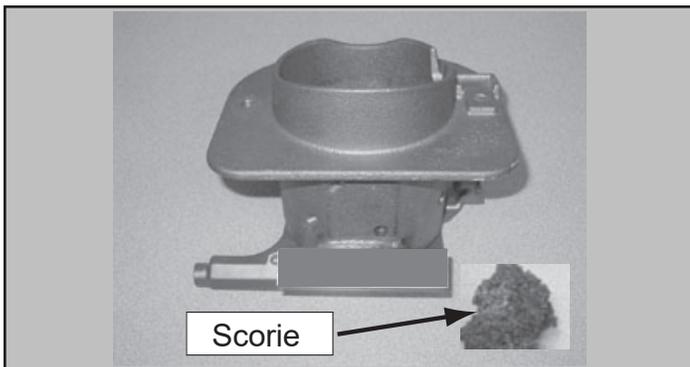

Figure 17.2 - Pot de combustion avec une grosse scorie
- d. Il pourrait falloir utiliser votre outil de nettoyage de pot de combustion pour éliminer les matériaux qui se sont accumulés sur les parois du pot et pour faire sortir les scories (**Figure 17.2**).